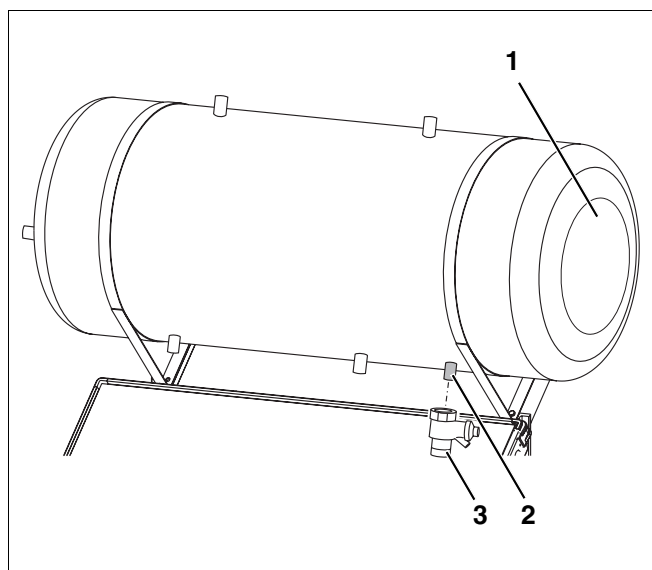

Fig. 22 Montaje de la válvula de seguridad
- ▶ Suelte la tapa del registro de acceso manual (fig. 22, **pos. 1**) y retire las válvulas de seguridad.
- ▶ Monte la válvula de seguridad del lado del agua sanitaria (fig. 22, **pos. 3**, 10 bar) en la parte inferior derecha del acumulador (fig. 22, **pos. 2**).
Debido a las diferencias de temperatura y por lo tanto a las diferencias de presión a lo largo de un día, es posible que salga agua de la válvula de seguridad (fig. 22, **pos. 3**).